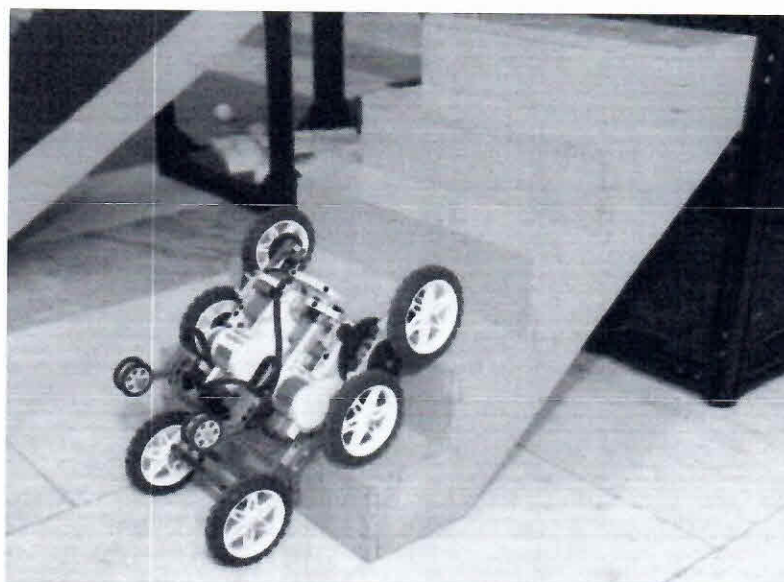

Рисунок 11 - «Лестница»
1.5.11. **Подвесной мост** – участок, расположенный на втором этаже, представляет собой подвесной веревочный мост, состоящий из деревянных ребер, набранных на нейлоновый шнур. (рисунок 11). Мост немного провисает.